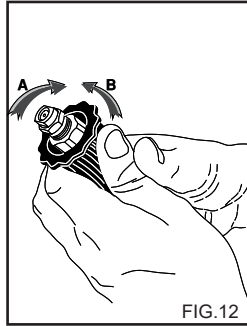

FIG.12
GEbruik VAN DE VERSTELBARE KOP (Fig. 12)
2) Bedien de hogedrukreiniger, open de reinigingsmiddelkraan (indien aanwezig), activeer het aanzuigmechanisme van reinigingsmiddel op de lans (fig. 12) en maak het te reinigen oppervlak nat van boven naar beneden. Laat enkele minuten inwerken.